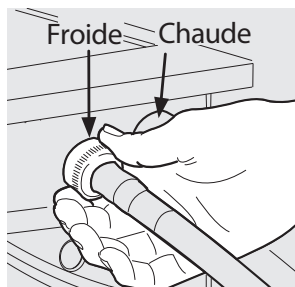

Fig. 3
3. Raccordez le tuyau d'entrée d'eau CHAUDE (couleur rouge) au raccord d'entrée d'eau CHAUDE sur la laveuse et le tuyau d'entrée d'eau FROIDE au raccord d'entrée d'eau FROIDE (couleur bleue) sur la laveuse. (Fig. 3).